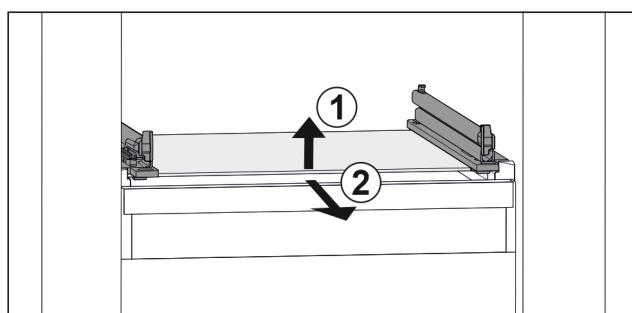

Fig. 46 Primjerni prikaz staklene ploče
- Staklenu ploču podignite sprjeđa. Fig. 46 (1)
► Izvadite staklenu ploču prema naprijed. Fig. 46 (2)